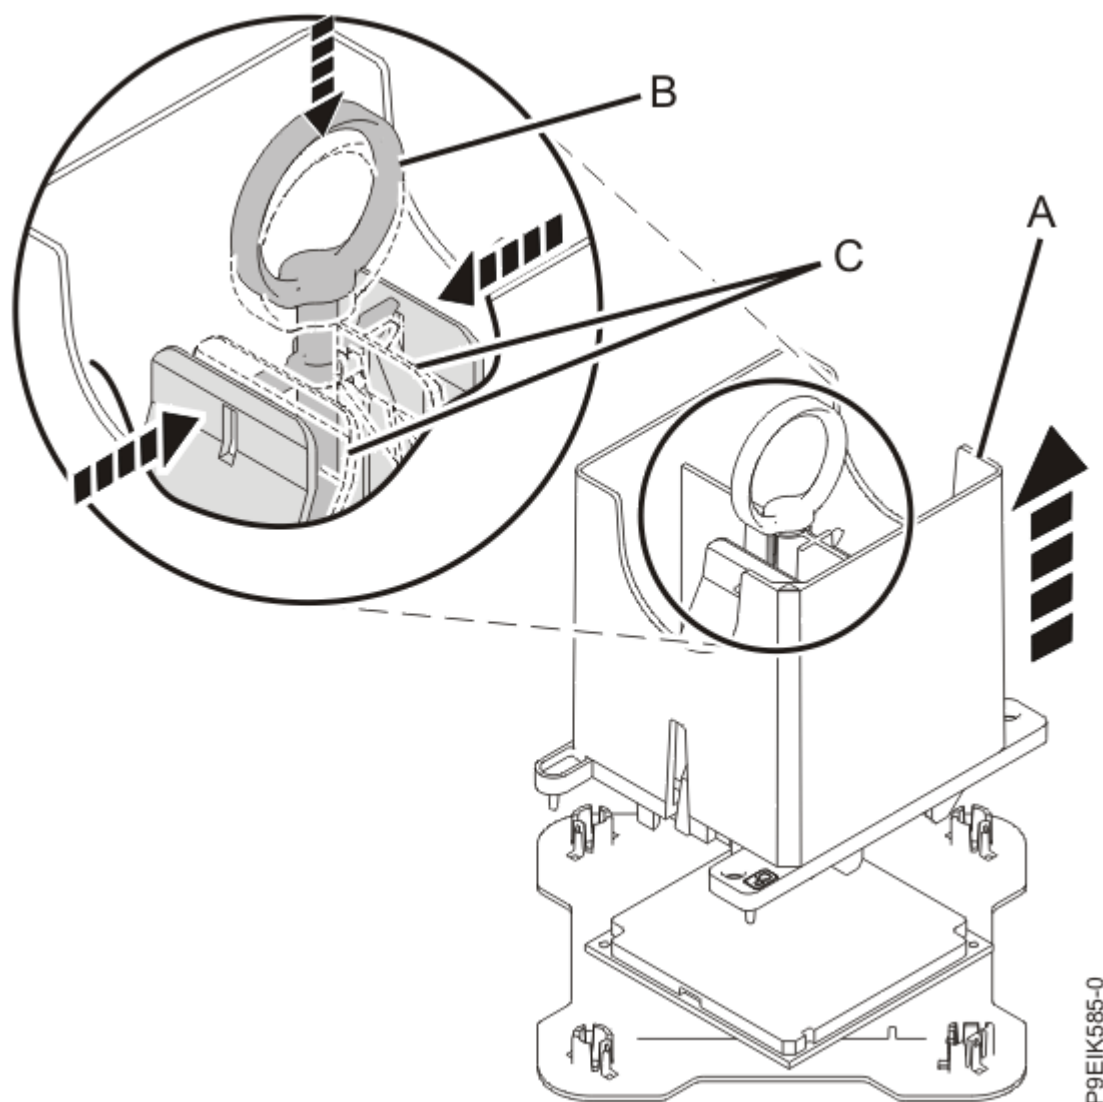

Figura 19. Cómo liberar el módulo del procesador del sistema de la herramienta
7. Libere el módulo del procesador del sistema empujando el anillo **(B)** hacia abajo. Sostenga el anillo **(B)** hacia abajo mientras presiona las pestañas azules **(C)** hacia dentro, tal como se muestra en la Figura 19 en la página 22. Asegúrese de que el anillo se engarza en los agujeros de las patillas azules y que éstas queden bien fijadas.